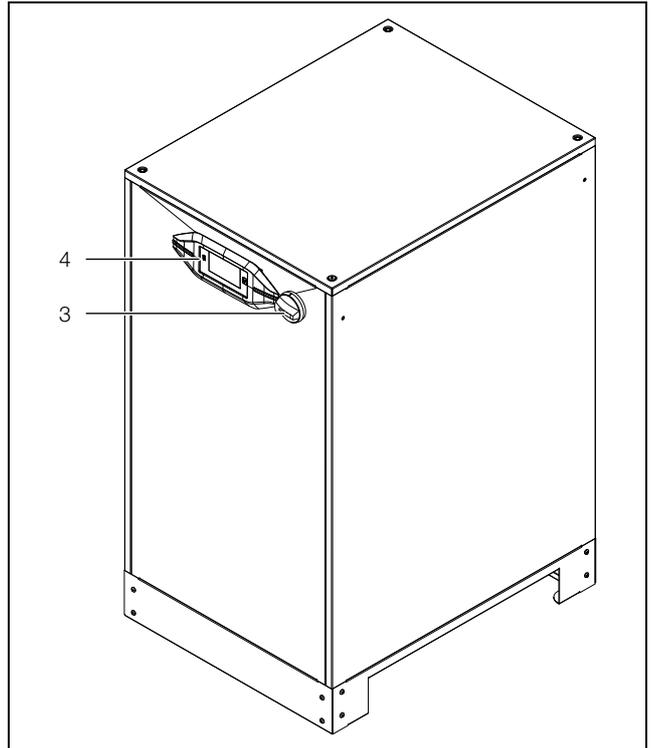
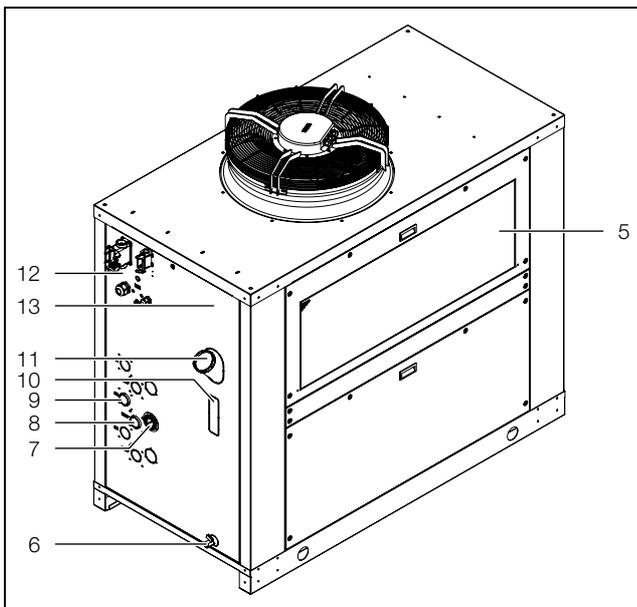

Imagen 1: Vista frontal (SK 333639x)
Imagen 8: Vista posterior (SK 333646x, SK 333647x y SK 333648x)
**Leyenda imagen 1 y imagen 8**